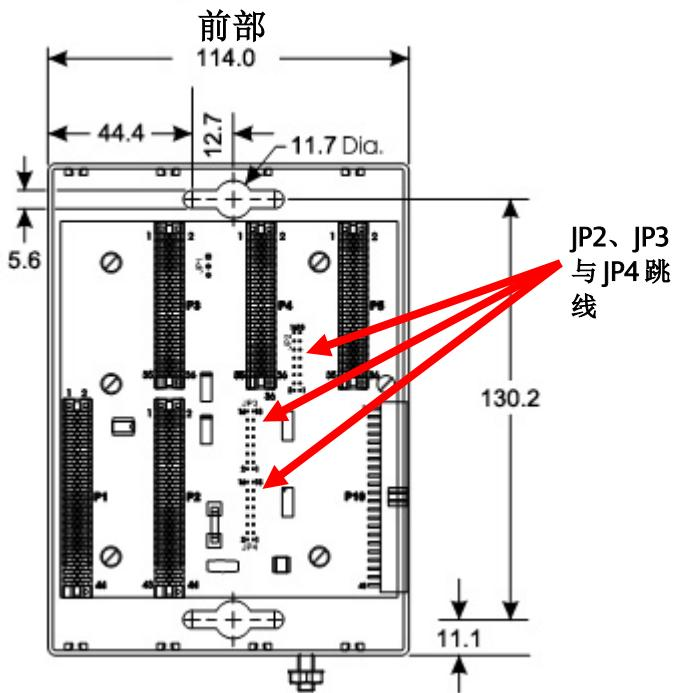

图 2. ControlWave Micro 4 槽基本壳体尺寸（以毫米为单位）
- 基本壳体。**将其放置在机柜装配板上的合适位置，使用 ControlWave Micro 作为模板找到面板上的安装孔。尺寸信息请参见图 2。对板上的安装孔位置进行钻孔攻丝。将 ControlWave Micro 放置在钻攻好的位置上并使用四个螺丝（未提供）固定到装配板上。以大约 1.1 至 1.4 牛米的转矩拧紧螺丝。
注：如果您将扩展壳体连接到 4 槽或 8 槽基本壳体上，请从 4 槽或 8 槽基本壳体的背板上拆下三个总线端子（JP2、JP3 和 JP4，如图 2 所示）。
基本壳体有一个接地片（参见图 2），可接纳尺寸最大为 5.19 毫米 (4 AWG) 的线。在安装基本壳体及任何扩展壳体之后，以及在基本壳体或扩展壳体中安装任何模块之前，您必须在基本壳体接地片和已知的良好接地之间连接接地线。所有接地的地面对与接地棒或接地网之间的阻抗必须为 2.0 欧姆或以下（使用接地系统检测器检测）。ControlWave Micro 的机柜接地与接地棒或接地网之间的接地导体的阻抗应为 1 欧姆或以下。